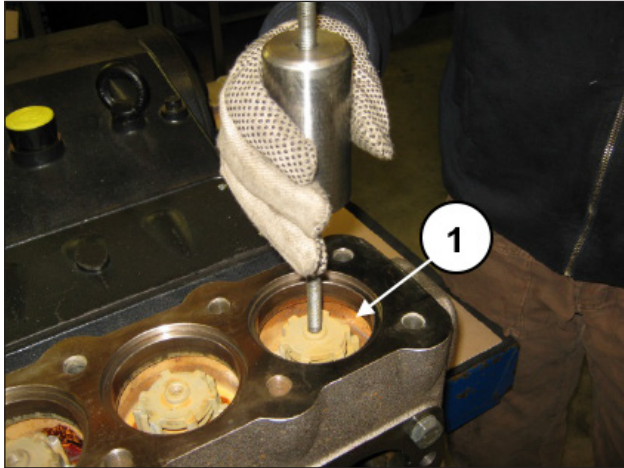

Fig. 95
- D) Extraia a guia da válvula de descarga, mola e válvula esférica por meio de um martelo extrator (cód. 27516400) a ser aplicado no orifício M10 da guia da válvula (pos. ①, Fig. 95) ou, além disso, um possível adaptador M10-M16 (código 25089700) a ser aplicado na rosca M16 da guia da válvula.